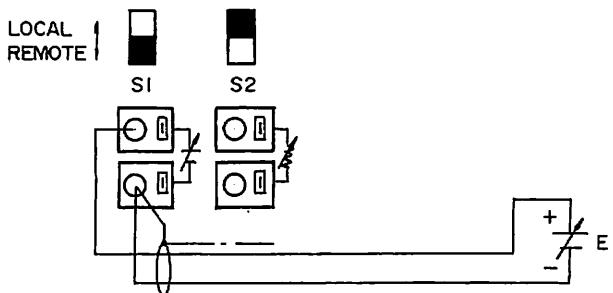

図9
2) 背面CV. REMOTEのS1スイッチをREMOTEにセット、図9のように外部電圧を接続します。
- E1の接続は2芯シールドを使用し、外被シールドは図9のように接続してください。